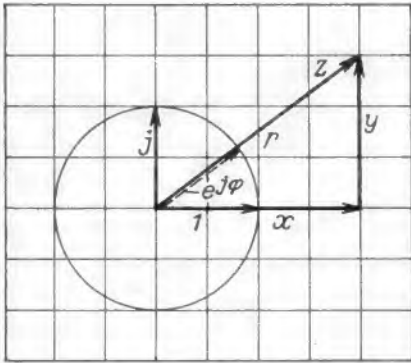

Bild 3. Darstellung der komplexen Zahl mit rechtwinkligen und Polarkoordinaten
1. Vektoren in der Ebene, Darstellung (Bild 3)